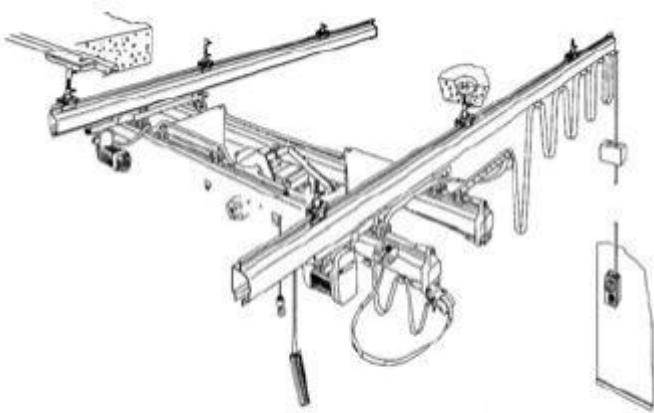

图 16
2) 柔性双梁悬挂起重机的安装（参见图 16、17、18、19、20）